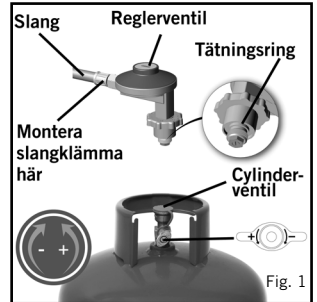

Fig. 1
- Slangen och tryckreglaget ska kontrolleras efter skada och slitage, före varje användningstillfälle samt innan de ansluts till gasbehållaren (se bild 1).
- Utför denna kontroll varje gång du ansluter apparaten till en gasbehållare (se bild 1).